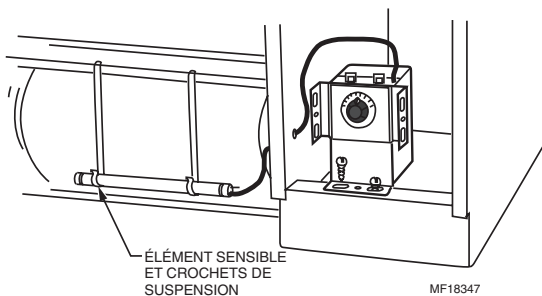

Fig. 6. Autre disposition possible du thermostat dans la partie inférieure avant du compartiment d'extrémité.
- Fixer les deux crochets de suspension du bulbe au plateau de vidange ou au châssis de l'unité (voir la Fig. 6). Frapper légèrement sur la partie supérieure pour effectuer une installation solide.
7. Poser le bulbe sensible dans l'unité au moyen des crochets. Voir la Fig. 6.